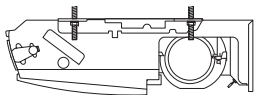

Abb. 3-26
c) Die beiden Sechskantmutter an jedem Hängeanker festziehen, um die Inneneinheit aufzuhängen, wie in Abb. 3-26 gezeigt.